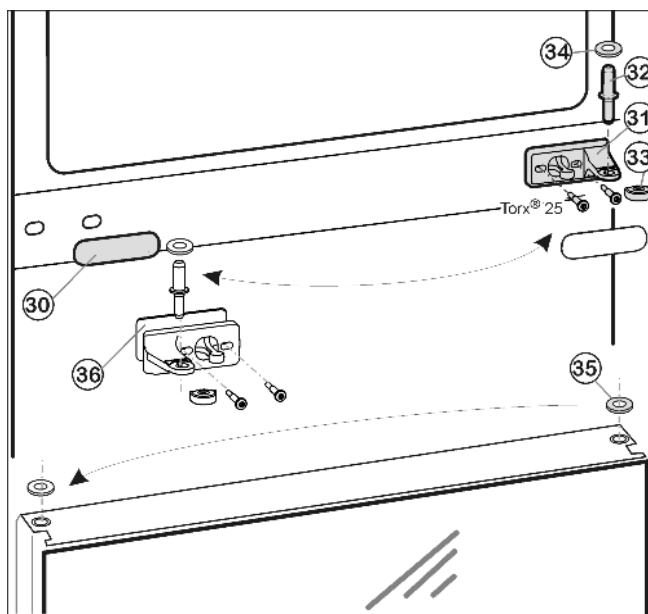
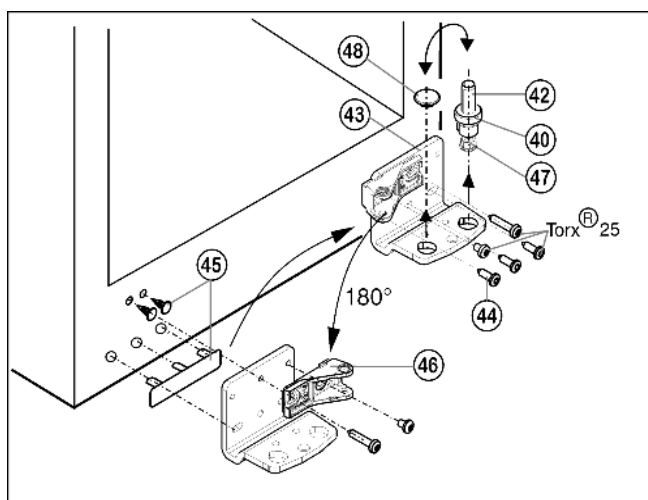

Fig. 11
Fig. 12
- ▶ Wyjąć środkowy sworzeń zawiasu Fig. 11 (32) z podkładką Fig. 11 (34) z płytki zawiasu i dolnych drzwi.
- ▶ Wyjąć zaślepkę z tworzywa sztucznego Fig. 11 (33).
- ▶ Odkręcić środkową płytkę zawiasu Fig. 11 (31) (2 razy Torx® 25).
- ▶ Ostrożnie zdjąć osłonę Fig. 11 (30).
- ▶ Środkową płytkę zawiasu Fig. 11 (31) z podkładką Fig. 11 (36) obrócić o 180° przykręcić mocno na nowej stronie zawiasu (**z siłą 4 Nm**).
- ▶ Założyć zaślepkę Fig. 11 (30) obrócić o 180° po nowej stronie uchwytu.
- ▶ Szybę Fig. 11 (35) przełożyć na drzwiach.
- ▶ Trzpień zawiasu Fig. 12 (42) kompletny, z podkładką Fig. 12 (40) i nóżką Fig. 12 (47), wyciągnąć do góry.
- ▶ Unieść zatyczki Fig. 12 (48).
- ▶ Odkręcić Fig. 12 (43) płytkę zawiasu Fig. 12 (44).
- ▶ Zdjąć i przełożyć osłonkę po stronie uchwytu Fig. 12 (45) na przeciwległą stronę.
- ▶ Przykręcić mocno płytkę zawiasu Fig. 12 (43) na nowej stronie (**z siłą 4 Nm**), w razie potrzeby za pomocą wkrętarki akumulatorowej.
- ▶ Odkręcić element zawiasu Fig. 12 (46) i obracając wewnątrz o 180° ponownie mocno przykręcić, długą śrubę zawsze wkręcać w podłużny otwór.
- ▶ Zatyczki Fig. 12 (48) ponownie włożyć do innego otworu.
- ▶ Trzpień zawiasu Fig. 12 (42), wraz z podkładką i nóżką włożyć ponownie. Przy tym zwrócić uwagę, by krzywka zatrzaśkowa wskazywała do tyłu.
- ▶ Założyć drzwi od góry na dolny sworzeń zawiasu Fig. 12 (42).
- ▶ Ponownie założyć zaślepkę z tworzywa sztucznego Fig. 11 (33) na środkową płytkę zawiasu Fig. 11 (31).
- ▶ Po nowej stronie zawiasu przełożyć środkowy sworzeń zawiasu Fig. 11 (32) przez środkową płytkę zawiasu Fig. 11 (31), wkładając go w dolne drzwi.
- ▶ Założyć podkładkę Fig. 11 (34) na środkową płytkę zawiasu Fig. 11 (32).
- ▶ Założyć górne drzwi na środkowy sworzeń zawiasu Fig. 11 (32).
- ▶ Korzystając ew. z podłużnych otworów w dolnej płytce zawiasu *Fig. 12 (43)* i środkowej płytce zawiasu *Fig. 11 (31)* ustawić drzwi w jednej linii z obudową urządzenia. W tym celu wykręcić środkową śrubę z płytki zawiasu u dołu *Fig. 12 (43)*.